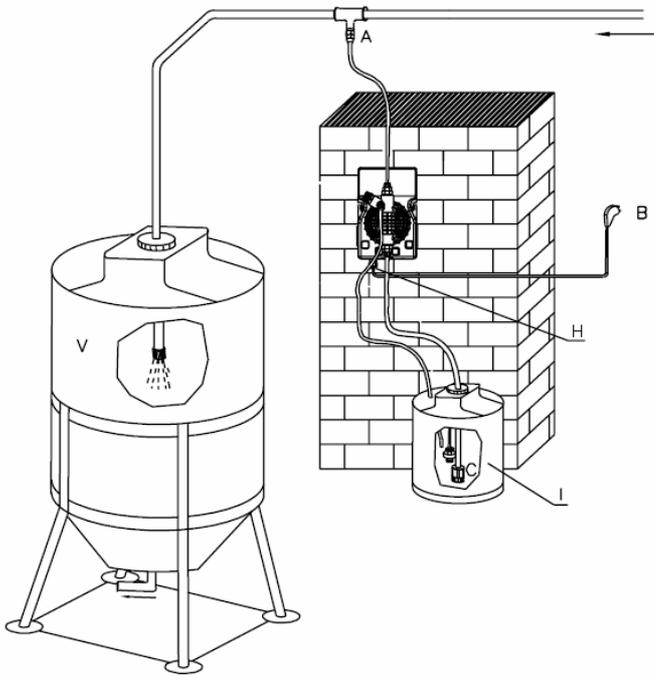

Bild 13: Typische Installation
6.2 Typische Installation der Pumpe (Bild 13)